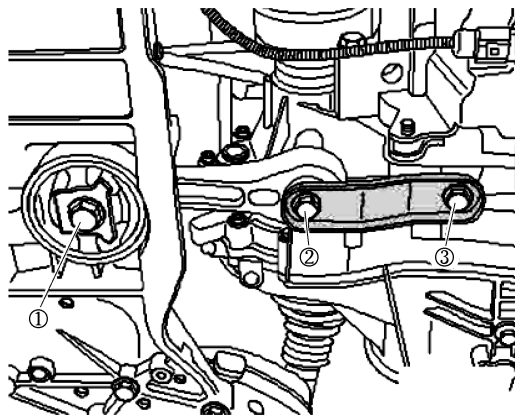

图 4-2-11 拆下摆动支承
- 26) 如图 4-2-11 所示，先旋出螺栓①，再旋出螺栓②、③，取下摆动支承。
- 安装时首先拧紧螺栓②、③(拧紧力矩为 $50\text{N} \cdot \text{m}$ + 继续转动 90°)，然后拧紧螺栓①，(拧紧力矩为 $100\text{N} \cdot \text{m}$ + 继续转动 90°)，如图 4-2-11 所示。